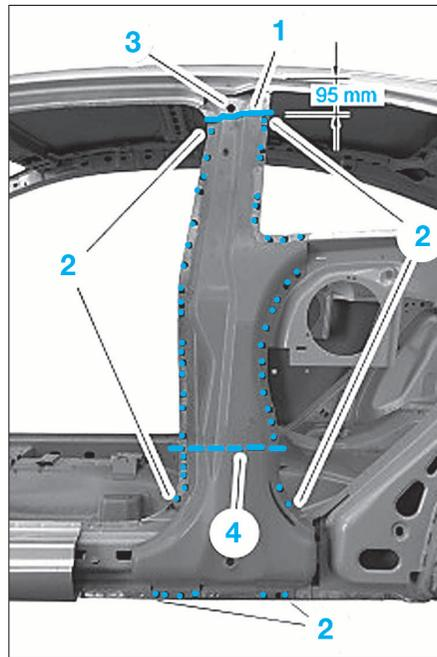

FIG. 48
⚡ Selon l'étendue des dommages, un remplacement partiel du pied milieu est possible selon la ligne de coupe (4) (Fig.48).
- Couper le pied milieu à l'endroit prévu (1) (Fig.48).